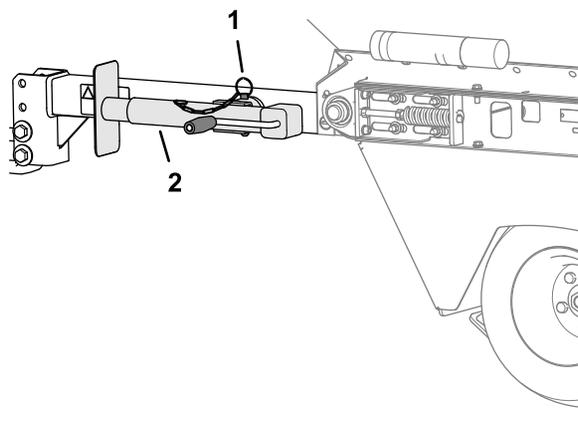

図 12
4. ジャッキを横にする 図 12。
5. ジャッキを取り付けチューブにセットしてクレビスピンで固定する 図 12。